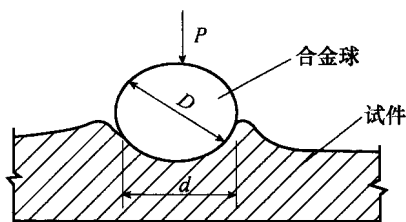

图 1-3 布氏硬度测定示意图
测定钢材的硬度采用压入法, 建筑钢材常用布氏法。该法是用一直径为  $D$  (mm) 的合金钢球, 在规定的荷载  $P$  (N) 作用下压入试件表面, 持续一段时间后, 卸载, 测得试件表面压痕的直径  $d$  (mm), 计算布氏硬度值 HB(图 1-3)。